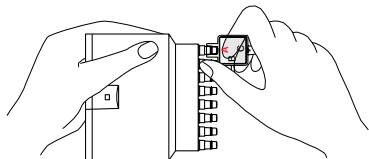

Fig. 7
- Apretar por abajo la herramienta (apta para el tamaño de pipeta) con la abertura A encima del cono de trabajo de tal modo que el canto agudo quede superpuesto en el agujero de la herramienta con la junta tórica (ver fig. 7).